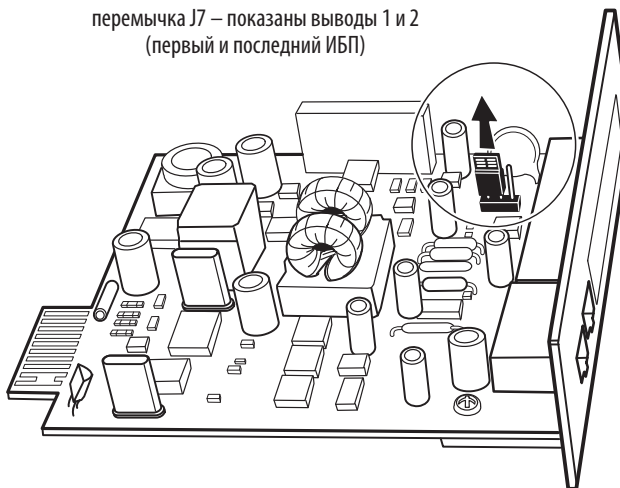

Рисунок 42. Извлечение перемычки J7 (вид сбоку)
5. При наличии в плате Powerware Hot Sync CAN Bridge перемычки J7 извлеките ее (см. рисунок 42 на странице 46).
- При наличии в плате Powerware Hot Sync CAN Bridge перемычки J7 извлеките ее (см. рисунок 42 на странице 46).
- d. Снимите и удалите перемычку J7 (см. рисунок 42).